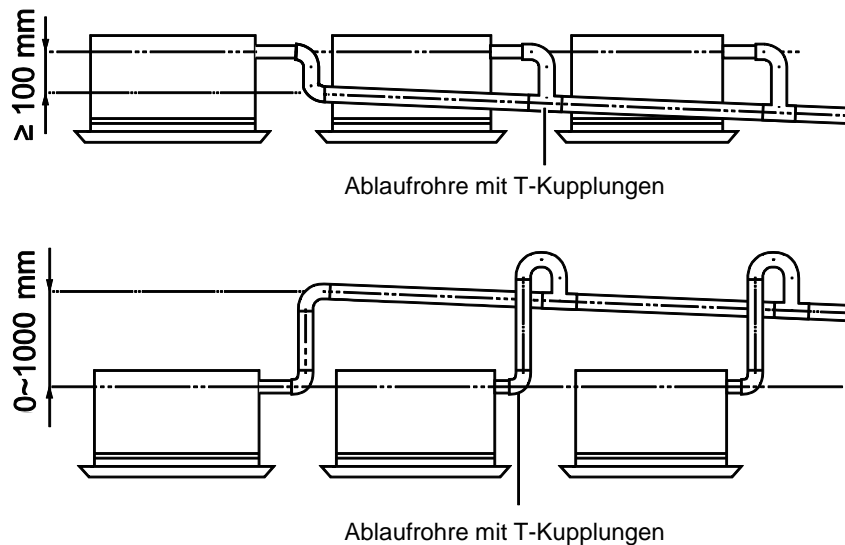

Abb. 20
3. Werden mehrere Ablaufrohre verbunden, ist nach Abb. 20 vorzugehen. Die Maße der benutzten Ablaufrohre müssen der Betriebskapazität des Gerätes entsprechen.